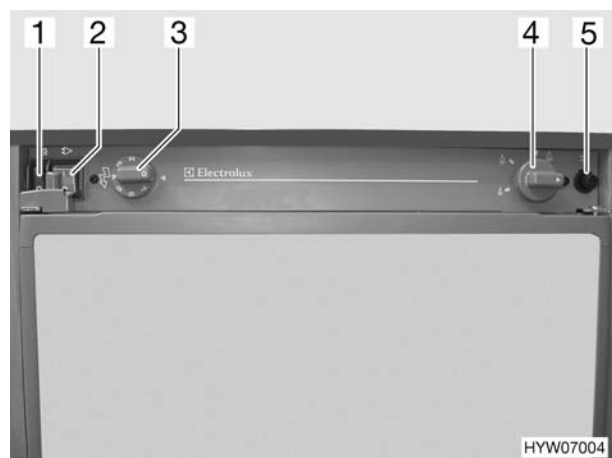

Fig. 92 Elementi di comando del frigorifero
- Posizionare l'interruttore 230 V  (Fig. 92,2) su "0".
- Posizionare l'interruttore 12 V  (Fig. 92,1) su "0".
- Spostare il pomello girevole (Fig. 92,4) sulla posizione di fiamma alta "🔥", premerlo e mantenerlo premuto. Aspettare fino a che il gas non fluisce verso il bruciatore.
- Premere il pulsante di accensione (Fig. 92,5) due volte con forza a brevi intervalli.
- Posizionare l'interruttore 230 V  (Fig. 92,2) su "I".
- Impostare con il termostato del pomello girevole  (Fig. 92,3) la temperatura di refrigerazione desiderata fra "1" e "7".